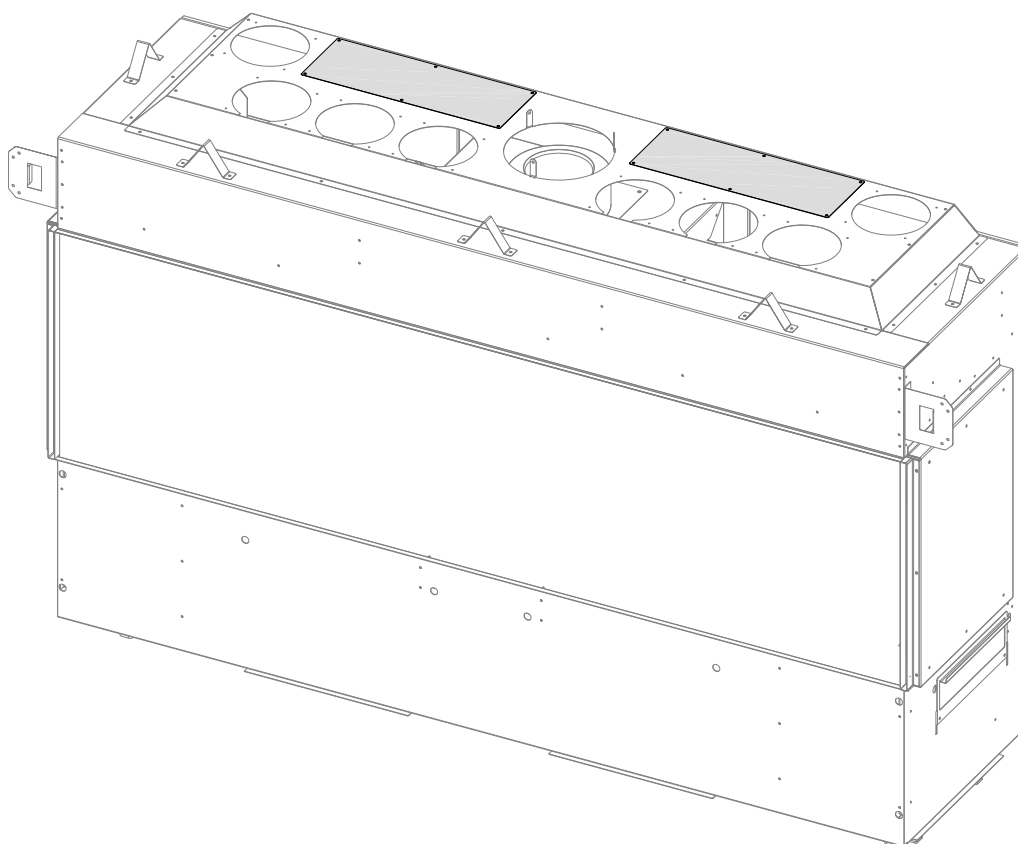

Figure 4.29 - Emplacement des couvercles requis pour la cavité ventilée
1. À la livraison, le foyer à une face vitrée est prêt à installer avec n'importe quelle option de cavité ventilée. Laissez les couvercles rectangulaires installés sur le dessus du foyer, tel que montré à la Figure 4.29.